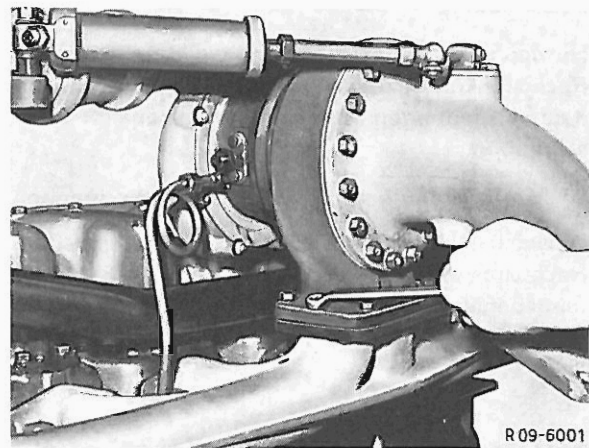

Bild 09–5/1
4. Turbolader am Auspuffkrümmer abschrauben und abnehmen. (Siehe Bild 09–5/1.)